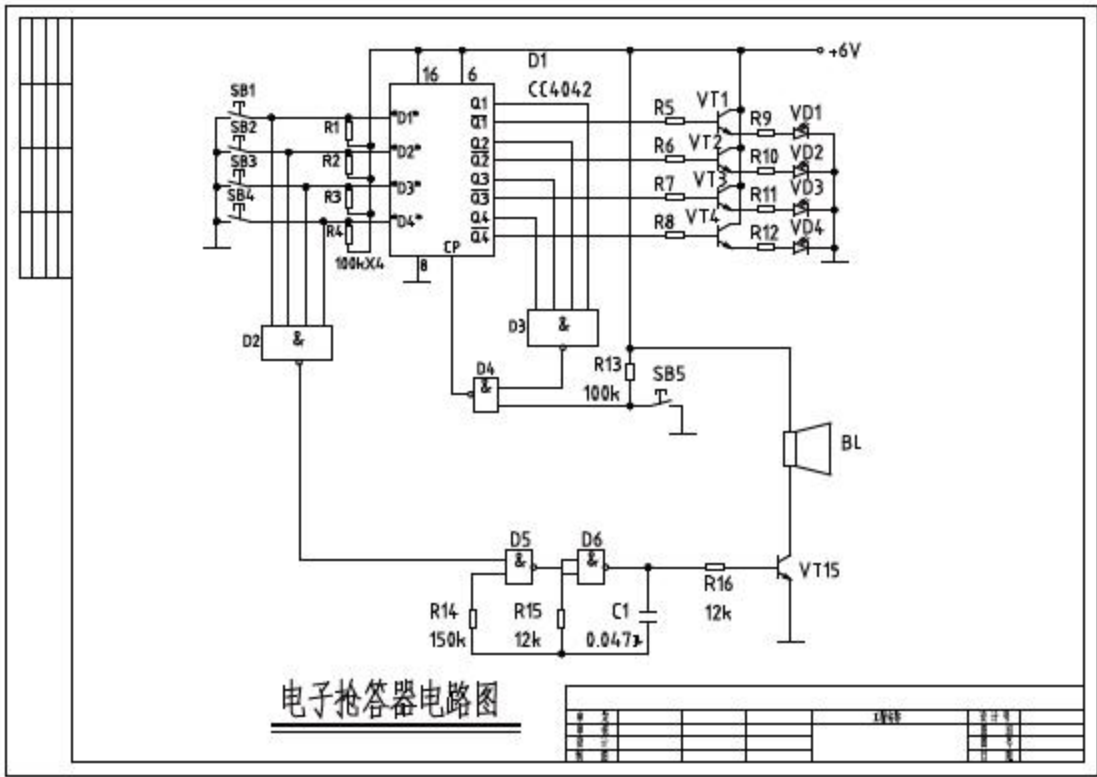

图14-5 移动结果
**04** 调用M【移动】命令，选择图名标注，向左移动，以免与图框重叠，影响查看，如图14-5所示。